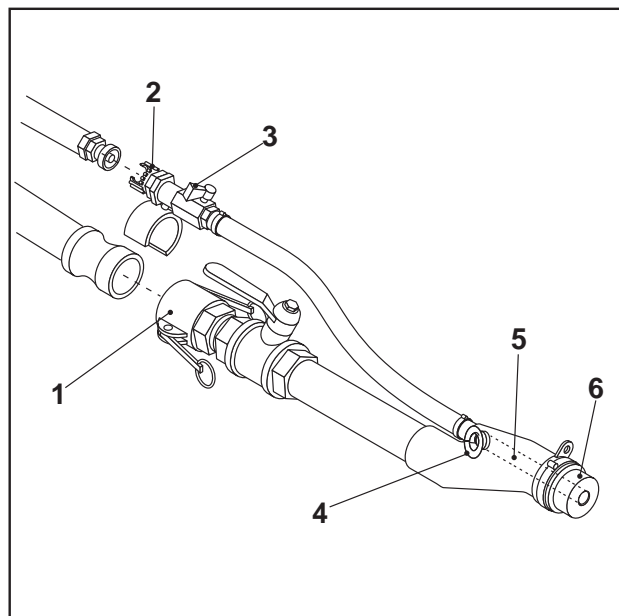

FIG.23
- Quite la pistola y lávela cuidadosamente, desmontando el deflector (FIG.23-REF.6).
- Controle que el agujero de la tobera (FIG.23-REF.5) esté libre (límpielo si es necesario).